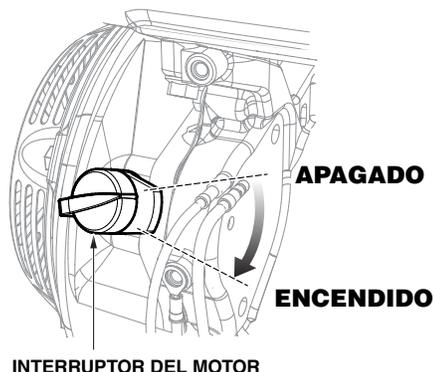

Figura 16. Interruptor de encendido y apagado (posición de encendido)
- Coloque el interruptor de encendido y apagado (Figura 16) en posición de **encendido**.